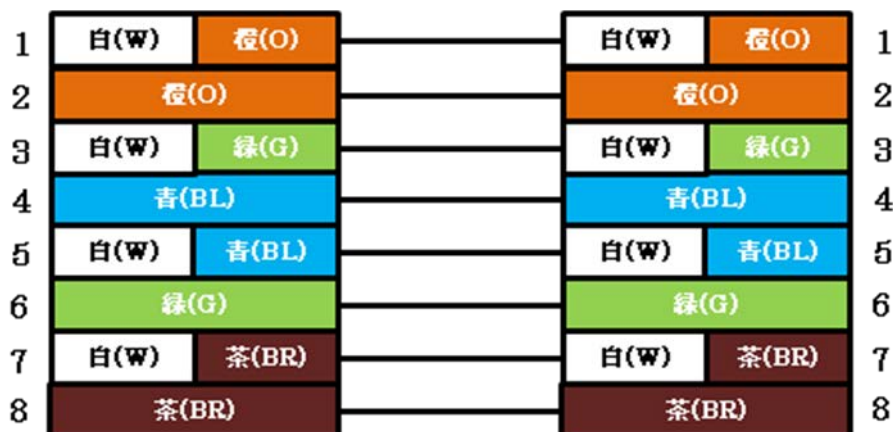

図 5-2 ストレートケーブル
- ストレートケーブル： 図 5-2で示すように両端のピン配置は、568B規格に従います。